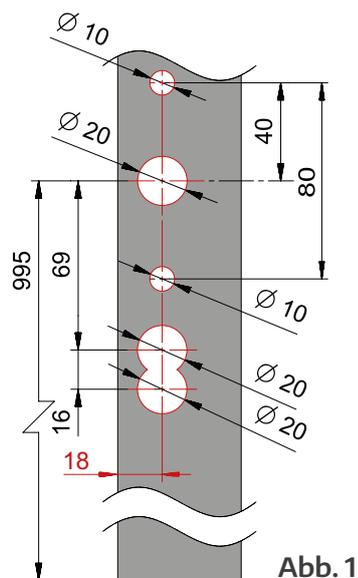

Abb. 1
- ① Führen Sie die Bohrungen (s. Abb. 1) am zusammengebauten Flügelholzrahmen durch (s. Abb. 2).